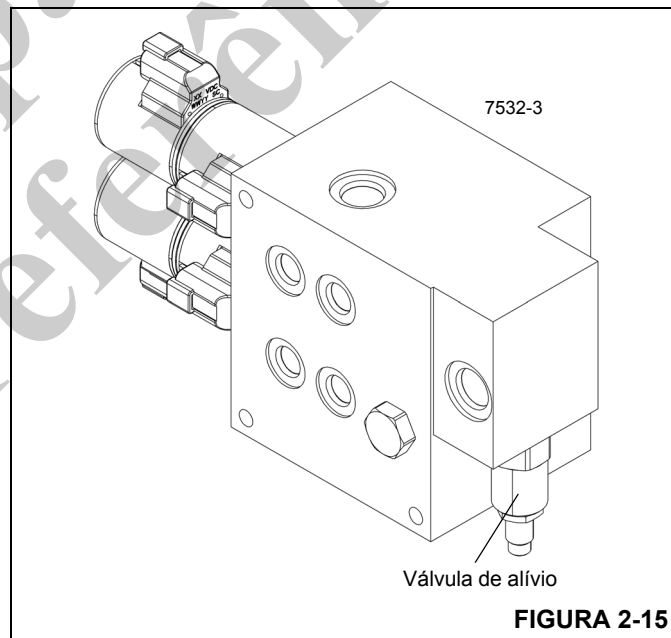

FIGURA 2-15
2. Com o motor na rotação máxima, retraia o cilindro do contrapeso e ajuste a válvula de alívio na válvula do contrapeso Figura 2-15 para $121 \text{ bar} \pm 4$ ($1750 \text{ psi} \pm 50$); gire para dentro para aumentar ou para fora para diminuir a pressão.